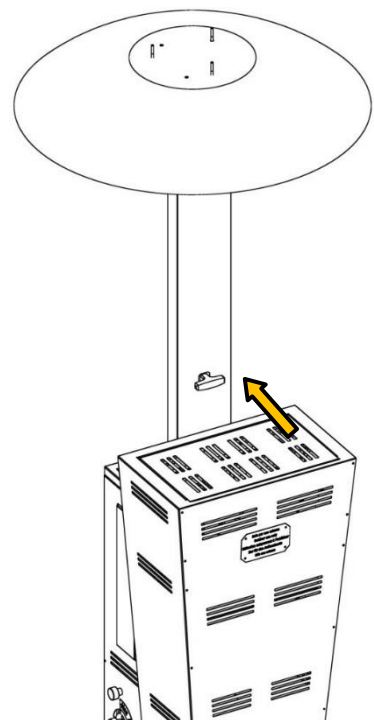

Fig. 6
- 5 Atornille la manija de transporte. (Fig. 6)